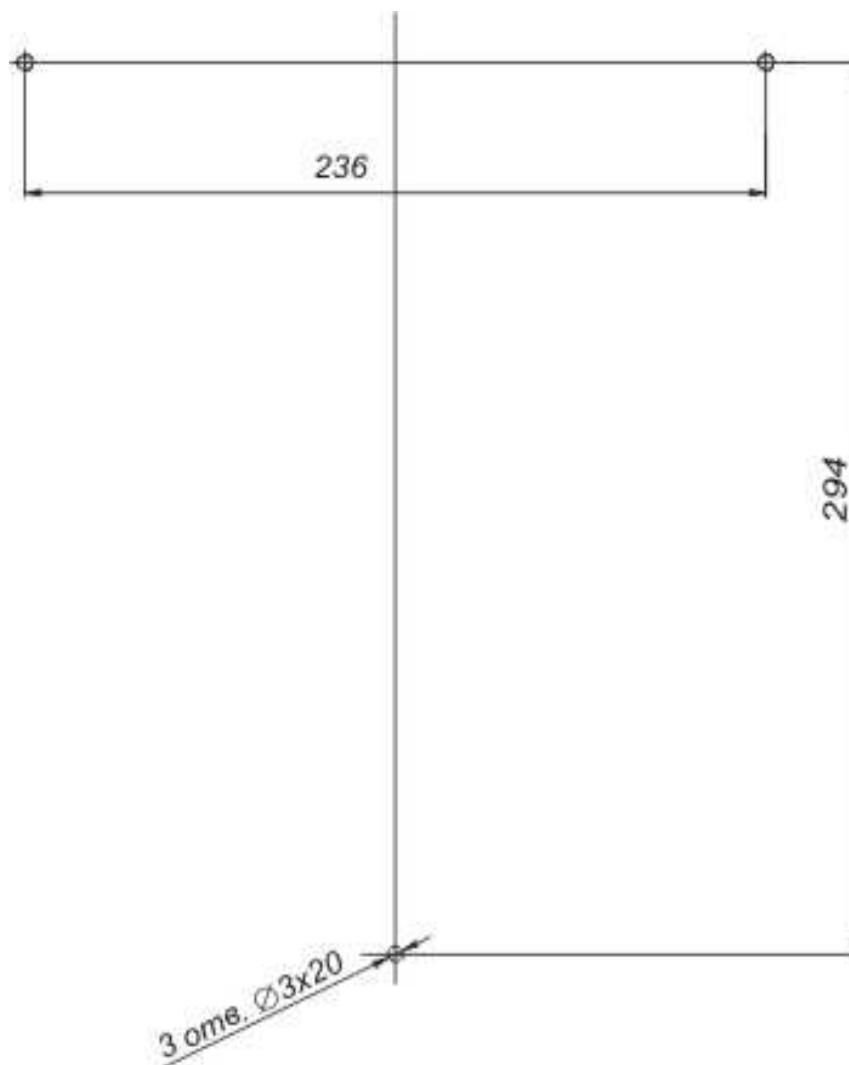

Рис. 7. Разметка отверстий для установки блока управления
8.3.9. Выполните на стене разметку отверстий для крепления блока управления (8) в соответствии с рис. 7. Просверлите отверстия и установите в них пластмассовые дюбели. Вверните два верхних шурупа, повесьте на них блок управления и обязательно зафиксируйте его нижним шурупом, который защитит его от случайного сдергивания. Установите блок управления (8) так, чтобы обеспечивался удобный доступ к выключателям, предохранителям и обеспечивался обзор индикаторов (см. рис. 3). Блок управления должен располагаться на стене вертикально разъемами вниз, кабель сетевой (12) должен свободно доставать до розетки.